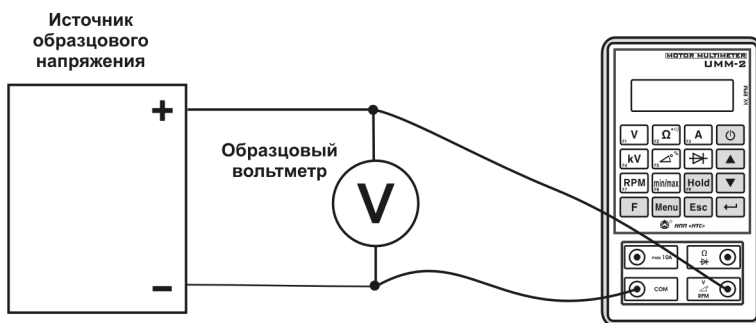

Рис.3
1. Соберите цепь согласно рис.3 (клемму «**V** \triangle RPM» мультиметра соедините с помощью красного провода с «+» источника образцового напряжения, а клемму «**COM**» с помощью черного провода соедините с «-» источника).